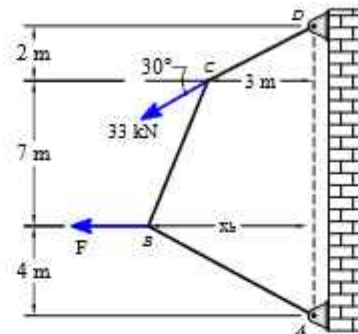

Figura 7.20
7.8 El cable soporta la carga F y 33 kN, determine dicha fuerza F para que $x_b=5\text{m}$ de la figura 7.20